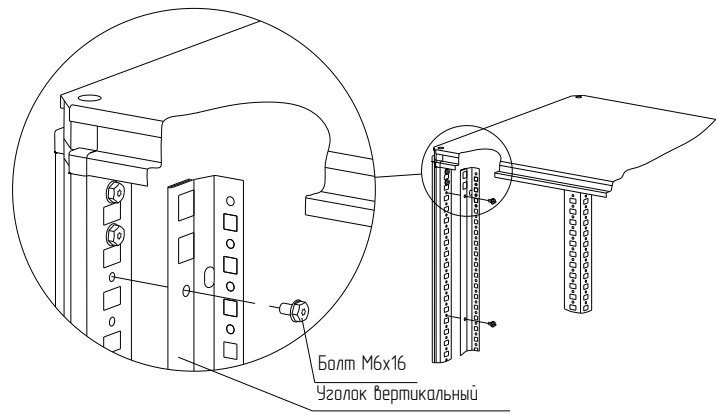

Рисунок 19
4.9.2 Закрепите уголок вертикальный на стойке 1 профиля в дверном проёме семью болтами М6х16 (рисунок 19). Момент затяжки – 7 Н·м. Болты приобретаются отдельно.